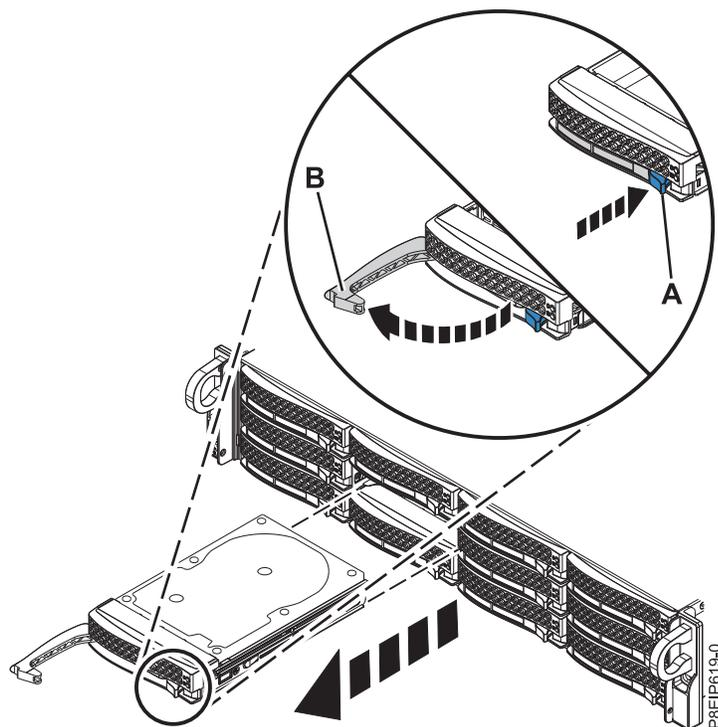

Figura 15. Removendo uma Unidade
2. Destrave a alça do compartimento de unidade (B) empurrando a liberação da alça (A) conforme mostrado na Figura 15. A alça (B) desencaixa em sua direção. Se a alça não desencaixar totalmente, a unidade não deslizará para fora do sistema. Se a unidade não corresponder ao número de série anotado na etapa anterior, reinstale a unidade no compartimento do qual você a removeu e verifique os outros compartimentos de unidade.